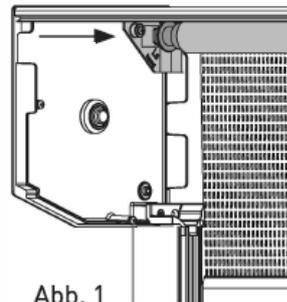

Abb. 1
- » Den Spanner der Bremsmechanik und der Federmechanik in den Blendkappeneinsatz eindrücken [Abb. 1 und 2].